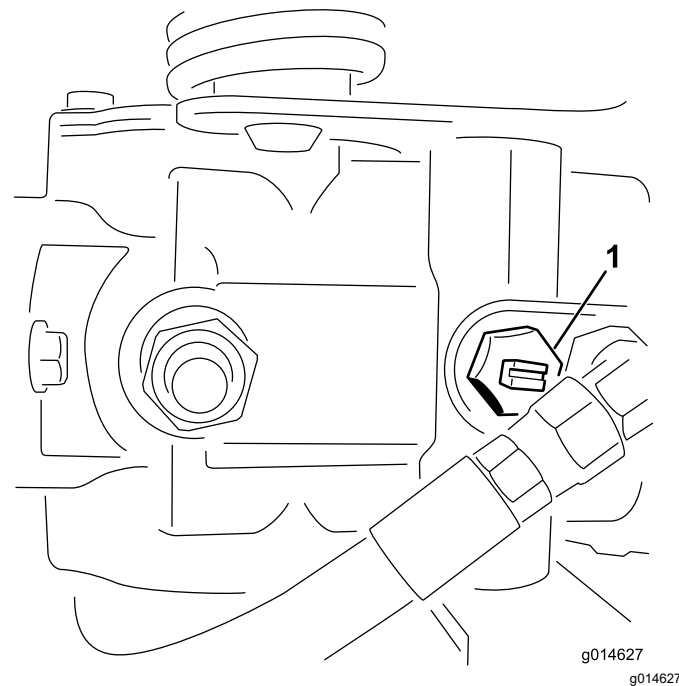

Figure 27
1. Localisez la vanne de dérivation sur la pompe et tournez-la jusqu'à ce que la fente soit verticale (Figure 27).
2. Avant de démarrer le moteur, fermez la vanne de dérivation (fente horizontale) (Figure 27).